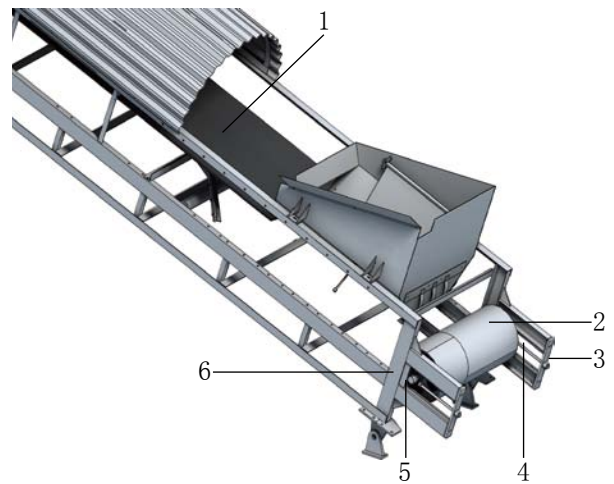

图 1.3-16 斜皮带输送机
- b) 将螺母与螺杆拆卸 (图 1.3-16);
- c) 将 M36 螺母拆下 (图 1.3-16);
- d) 把改向滚筒吊起, 将皮带从一头取出 (图 1.3-16);